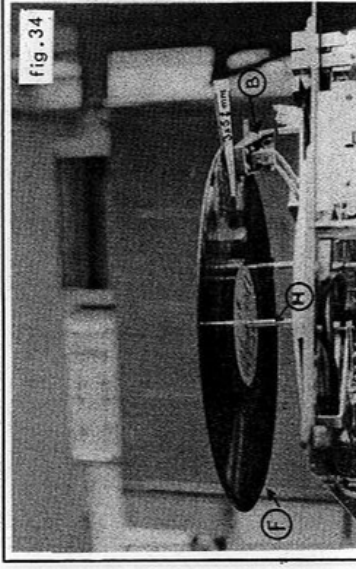

fig. 34
Ce gabarit peut être remplacé par un disque (F) bien plan placé sur la broche de distribution (H) (fig. 34)